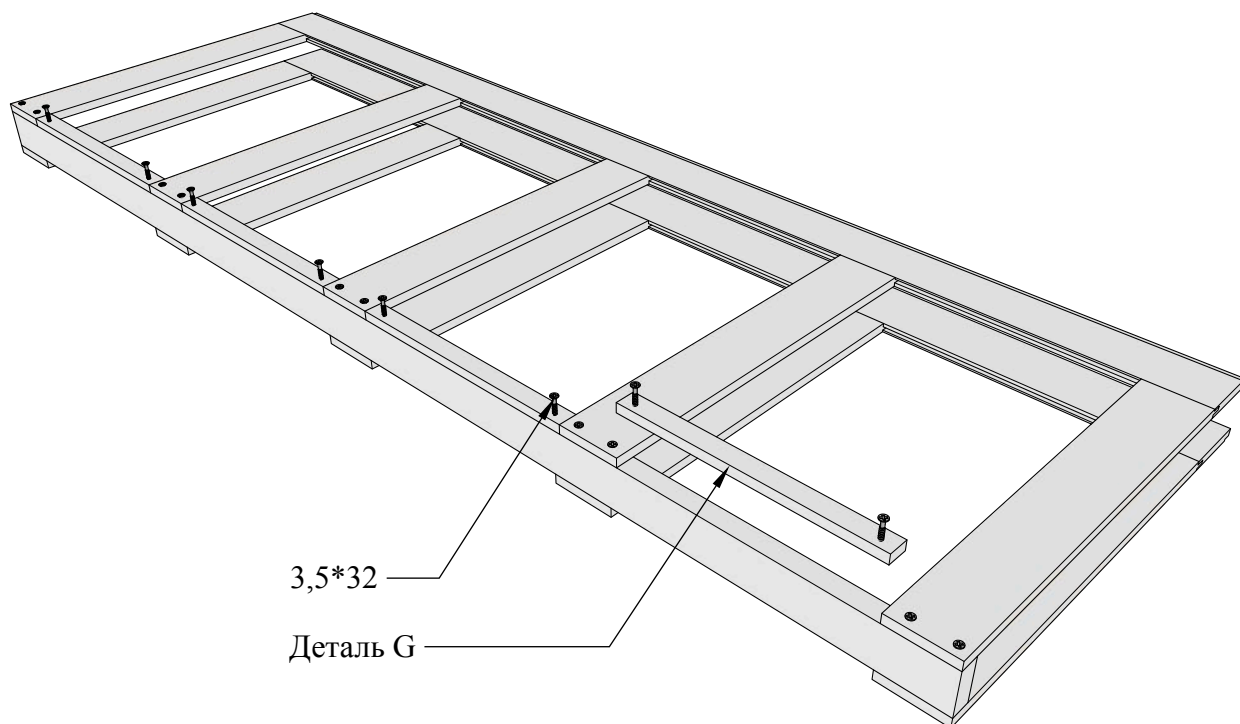

Рисунок 11
4.4 Установить выравнивающие элементы под гипсокартон (деталь G) и закрепить саморезам 3,5*32. Перевернуть пенал на другую сторону и повторить операцию (Рис. 11).